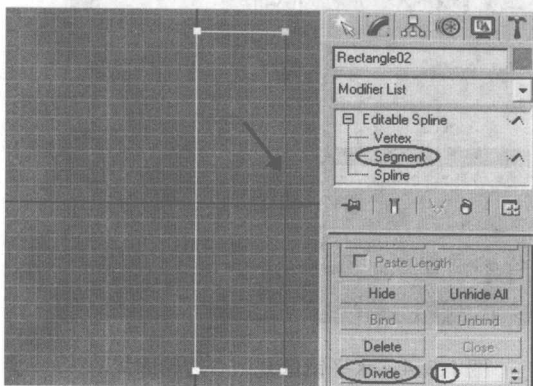

图 1.4.4 选择矩形右侧线段
(4) 在右侧命令面板中选择 修改命令选项卡,单击 Line(线条)前的“+”,展开卷展栏,单击 Segment(线段)或 进入线段编辑状态,在 Geometry 命令面板中,单击 **Divide** 拆分(注:Divide 后输入框输入数字 1),如图 1.4.4 所示,将矩形右侧的竖线等分成两段,即线段中间插入一个顶点。